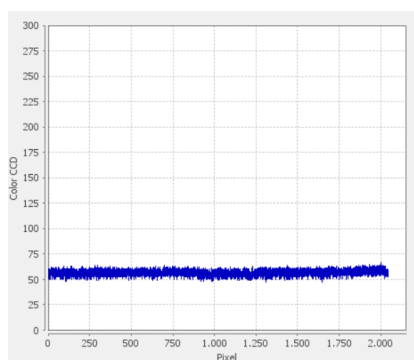

Figura 9: Sinal Verde teste 1
- Teste Verde 1: Apertar botão Atualizar Canal Verde, uma imagem como a figura 9 deve ser exibida na tela;